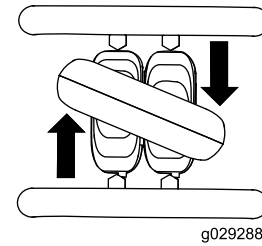

Bild 9
- Drehen Sie den Fahrmantrlebshebel nach rechts, um nach rechts zu fahren (**Bild 9**).